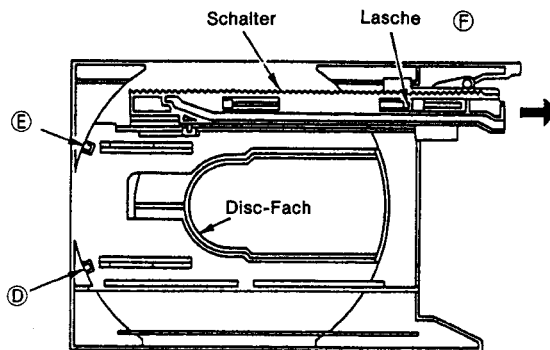

Abb. 4
(3) Austausch des Disc-Halters (Abb. 4)
Entfernen Sie die Disc-Lade und entfernen dann die Laschen ① und ② des Disc-Fachs in Abb. 4. Nehmen Sie das Disc-Fach anschließend nach oben heraus.
(4) Austausch der Schalter (Abb. 4)
Stellen Sie die Schalter wie in Abb. 4 dargestellt ein und heben die Schalter-Lasche mit einem flachen Schraubenzieher ca. 1 mm an. Ziehen Sie dann den Schalter in Pfeilrichtung heraus.